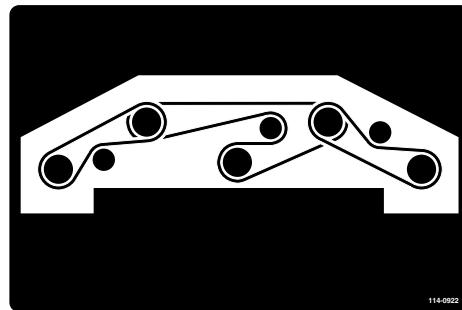

Figure 82
- 6. Acheminez la courroie neuve autour des poulies d'axe et de l'ensemble poulie de tension, comme indiqué à la Figure 82.